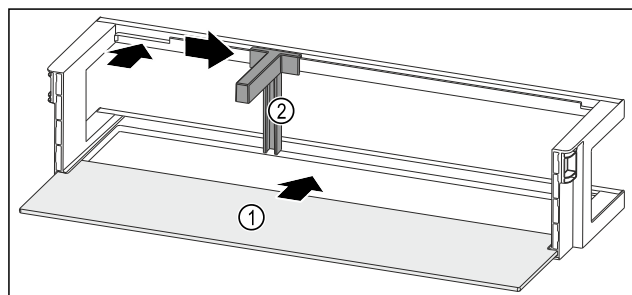

Fig. 150 Лотки на дверцятах з полицю
- ▶ Всуньте полицю Fig. 150 (1) в бокові пази.
- ▶ Вставте тримач пляшок Fig. 150 (2) у паз.
- ▶ Пересуньте тримач пляшок Fig. 150 (2) убік до бажаної позиції.